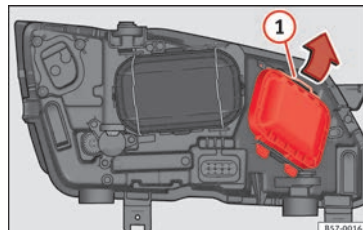

Fig. 107 Nel vano motore: estrarre il coperchio.
2. Far scorrere il tirante » **fig. 107 ①** nel senso della freccia e sfilare la chiusura.